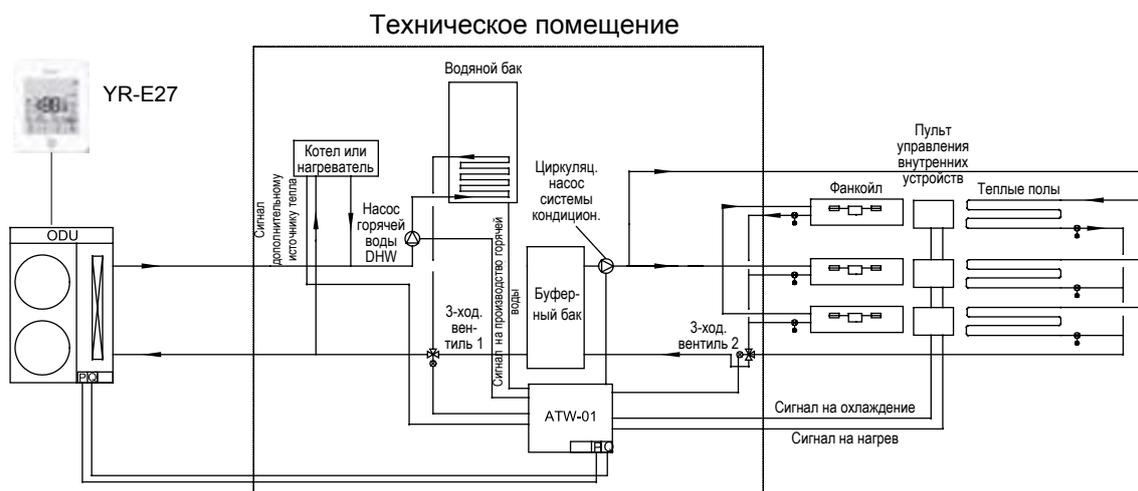

Рис.2 Производство горячей воды для бытовых нужд (DHW) под управлением контроллера пользователя
- контроллер пользователя отправляет сигнал Вкл/Выкл на контакт CN22; в этом случае переключатель BM1-1 устанавливается в позицию ON (Рис.2).